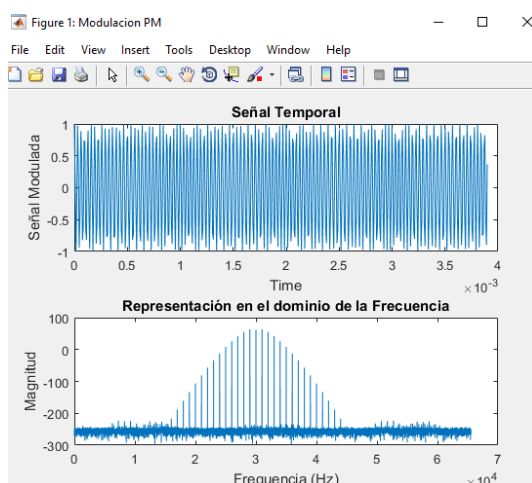

Figura 8: Modulación PM multitono
3. En relación al punto 2, haga un barrido de tonos de 1,5 y 10 utilizando una desviación de fase de 45° . En la figura 8 se muestra lo que se debe obtener tras configurar varios tonos (e.g usando 5 tonos y una desviación de fase de $\frac{\pi}{4}$ ó 45°). **NOTA:** Documente las señales temporales y espectrales obtenidas, según las desviaciones de fase y cantidad de tonos.